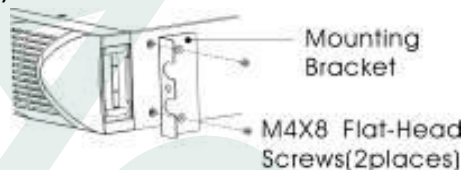

Рис. 2-3
- Совместите монтажные кронштейны с отверстиями для винтов М4х8 как показано на рисунке ниже (см. рис. 2-3).